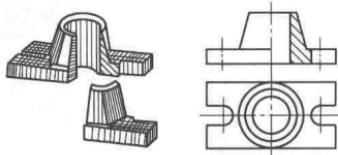

图 1-7 半剖视图
(2) 识图中常见的剖视图。
①全剖视。把机械零件整个地剖开后得到的视图,一般用于外形简单和不对称的零件。
②半剖视。对称的部件一般采用半剖视的方法,只剖一半,另一半的外形用对称线作为剖切线的分界线。见图 1-7。